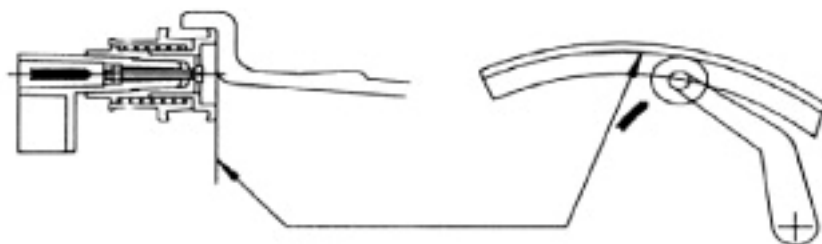

рис.4 Расстояние + диаметр
- Двигайте измерительный прибор для определения расстояния до обода диска, как показано на рис.4. Во время движения дисплеи не горят, что показывает, что измеритель не в стабильном состоянии.